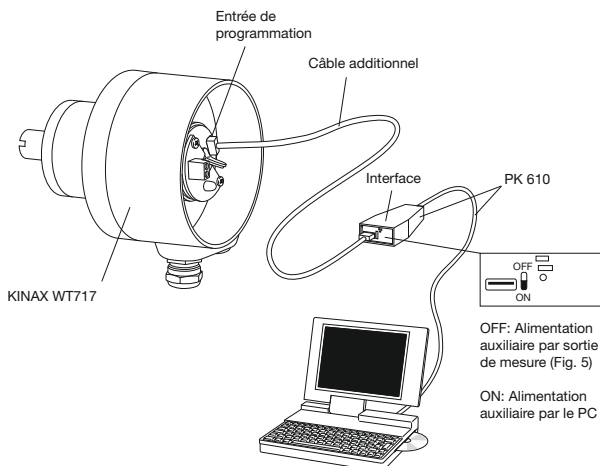

Fig. 3
1. Enlever le couvercle (3.1 Fig. 4). En enlevant le cache en caoutchouc (5.1) le connecteur de programmation (5) devient accessible (voir chapitre «8.1 Raccorder les lignes»). Raccorder le KINAX WT 717 selon Fig. 3 à l'équipement de programmation. Démarrer le logiciel 2W2. Configurer, si nécessaire, le convertisseur avec les caractéristiques désirées.